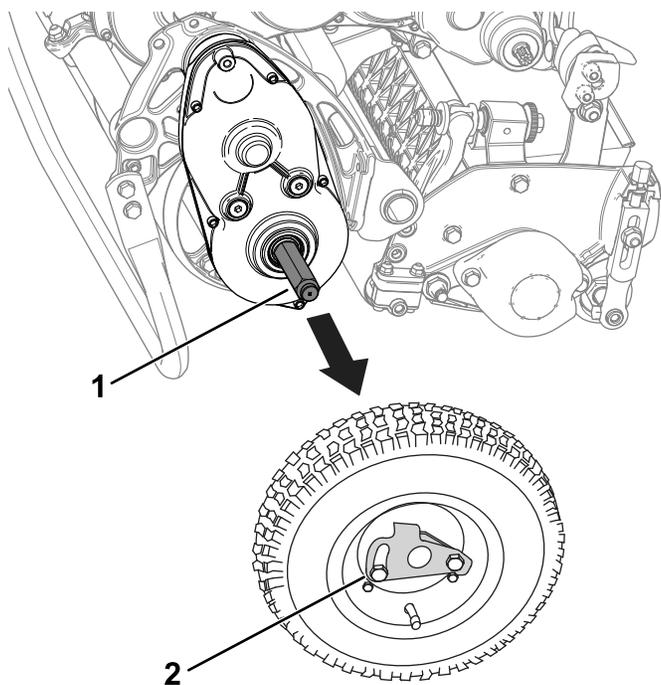

Figure 18
3. Déposez les roues de transport en poussant les clips de verrouillage hors des arbres (Figure 18).